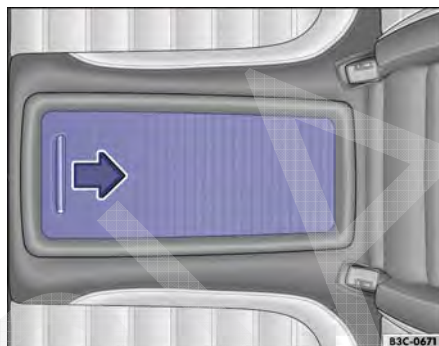

Fig. 171 Porta-bebidas entre os assentos traseiros: abrir a cobertura.
- Empurrar a cobertura no sentido da seta → Fig. 171.
- Empurrar a cobertura na direção contrária à da seta → Fig. 171.